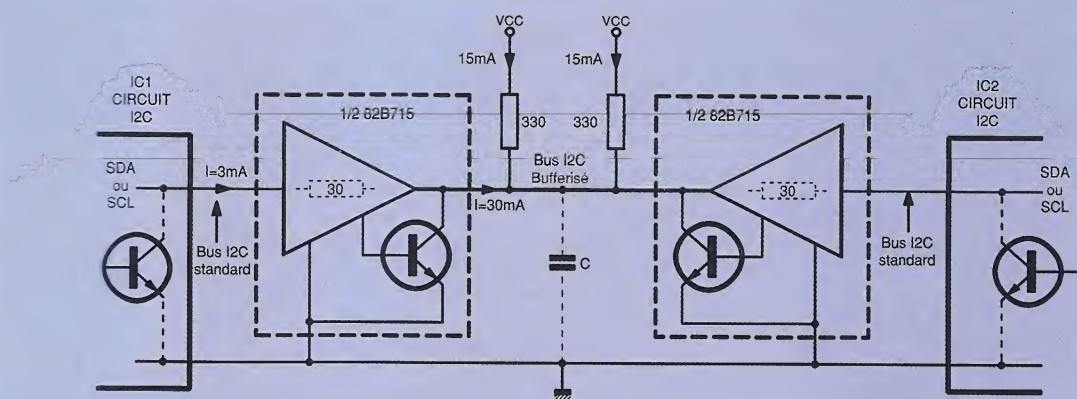

Figure 10
• si le buffer doit résider de façon permanente dans le système, le P82 B 715 ne devrait être configuré qu'avec une seule résistance de pull-up du côté du bus bufferisé et aucune sur le bus I2C, figure 10.
Si seulement deux circuits sont utilisés (revoir la figure 10) nous vous conseillons de répartir par moitié la